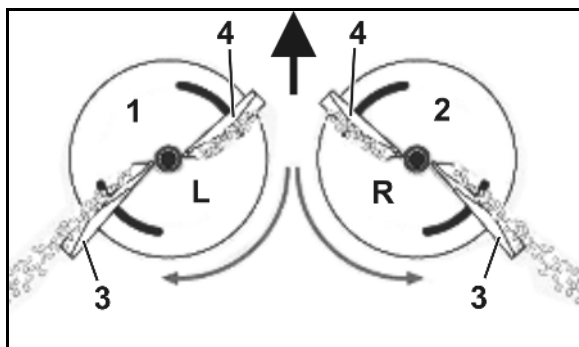

Bild 27
4. Lägg undan hydraulslangarna i slangförvaringen (Bild 27).